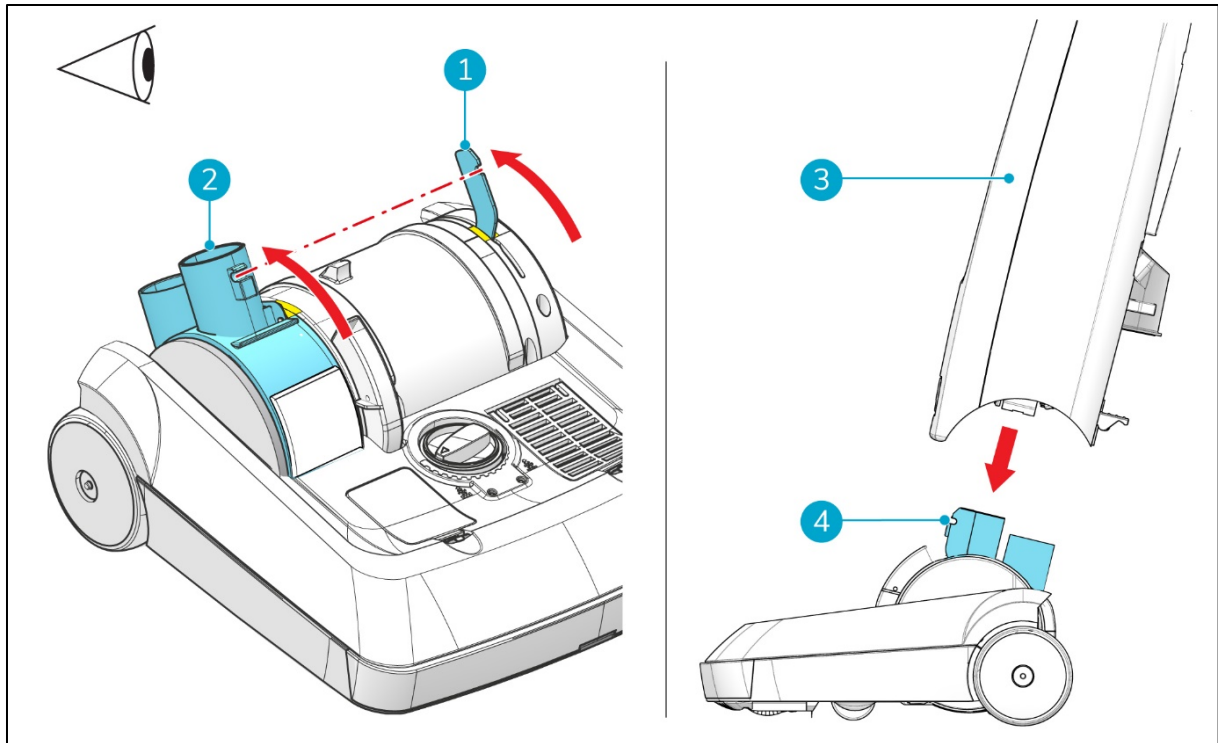

Figura 8
1. Ajuste o eixo giratório de modo a alinhar a respectiva marca amarela com a marca amarela na tampa lateral do motor (Figura 8, posição 2).
2. Ajuste o suporte de aço com a marca amarela no lado direito da tampa do motor (Figura 8, posição 1).
3. Levante a parte superior do corpo do equipamento (Figura 8, posição 3) e insira-a na unidade de escova inferior.
4. Empurre a parte superior do corpo do equipamento até esta ficar bloqueada pelos ganchos da unidade de escova (Figura 8, posição 4).